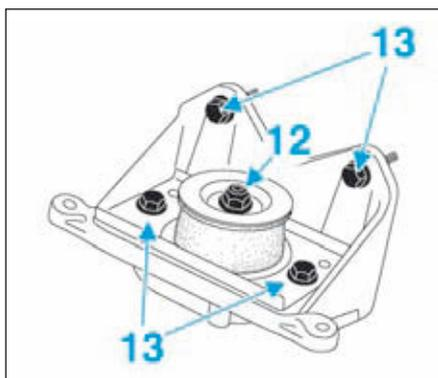

FIG.10
- Déposer l'écrou central (12) et les vis (13) du support moteur gauche, puis frapper à l'aide d'un jet de bronze sur son goujon pour faire descendre l'ensemble (Fig.10).